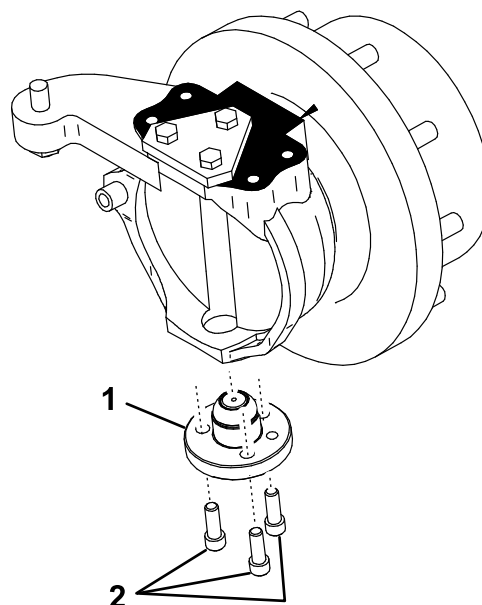

Figura 3
2. Instale el pivote inferior en la parte inferior del cubo con 3 pernos de cabeza hueca, como se muestra en Figura 3.